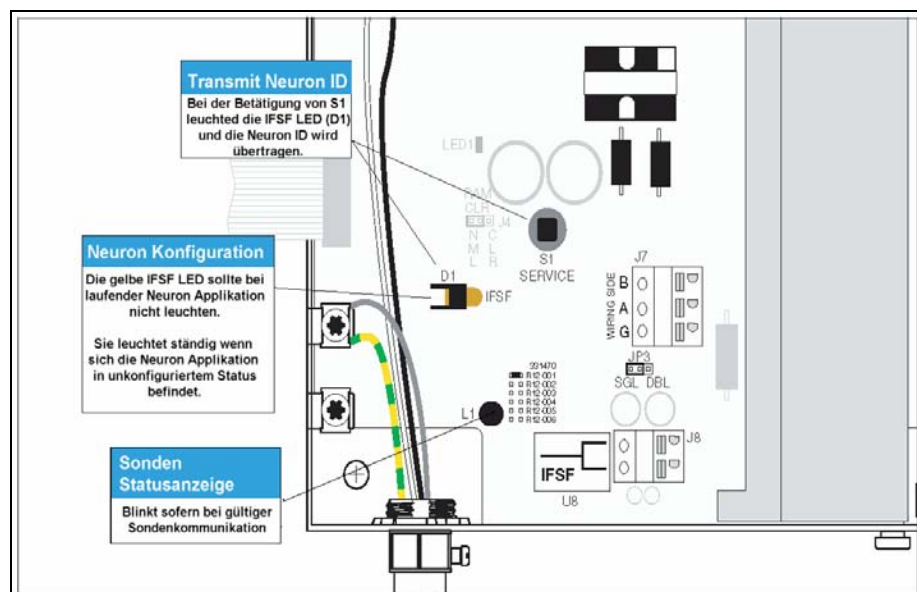

Abb. 9: Die Neuron Service Taste
1. Die Kommunikation zu den Sonden ist gestört. Dies kann anhand der Sonden Statusanzeige festgestellt werden (siehe auch Abb. 9). Die Statusanzeige blinkt sofern gültige Sondendaten von der CPU empfangen werden.
Betätigen Sie die Taste S1 (Service Switch) um die Neuron ID manuell zu übertragen (siehe Abb. 9) Diese Abbildung zeigt Außerdem die Position der IFSF LED (D1) welche anzeigt ob die Neuron Applikation läuft oder nicht. Leuchtet diese LED ständig so ist die CPU Platine auszutauschen.